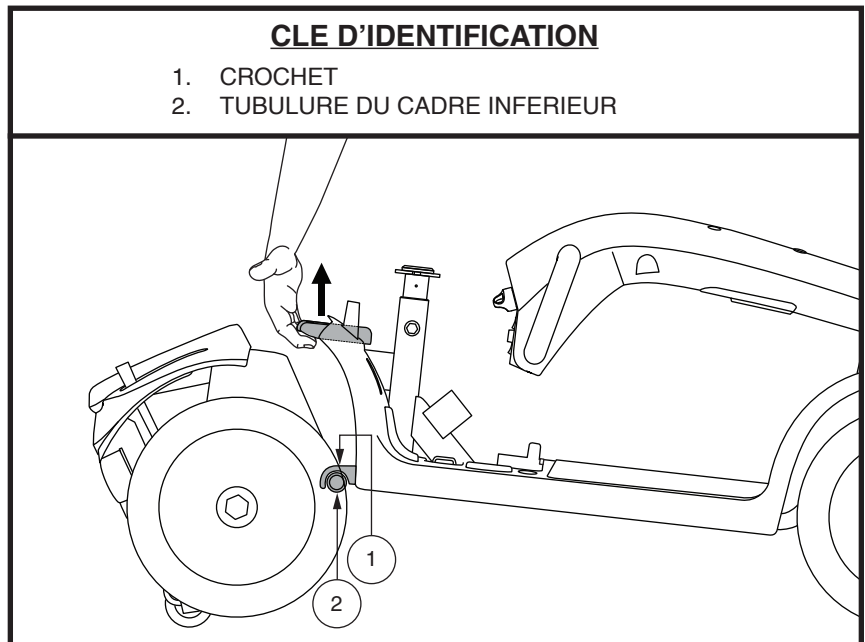

Figure 26 Levier de blocage du cadre
**Voir la figure 26.**
1. Positionnez les sections. **Voir la figure 26.**